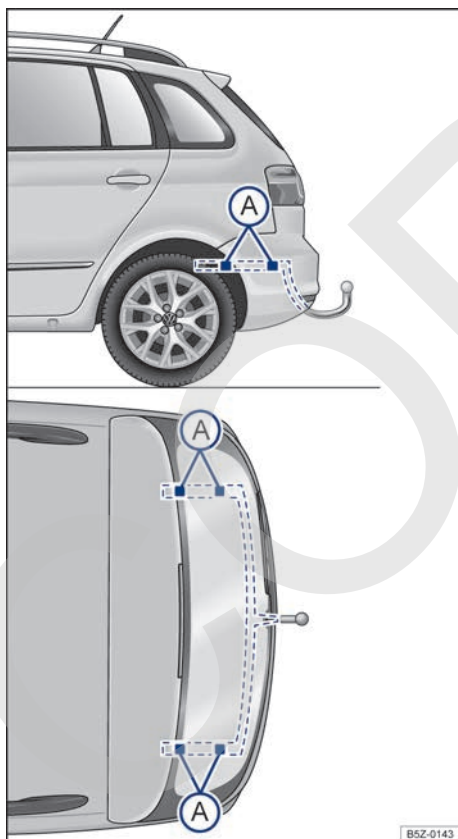

Fig. 78 Puntos de fijación para el montaje posterior de un enganche para remolque.
La figura → fig. 78 muestra, por ejemplo el punto de fijación para el montaje de un enganche para remolque Nuevo Suran. El modelo Nuevo Suran Cross sigue el mismo concepto.
El montaje posterior de un enganche para remolque se deberá realizar siguiendo las instrucciones del respectivo fabricante del enganche, siempre respetando los puntos de fijación indicados en la → fig. 78 (A).